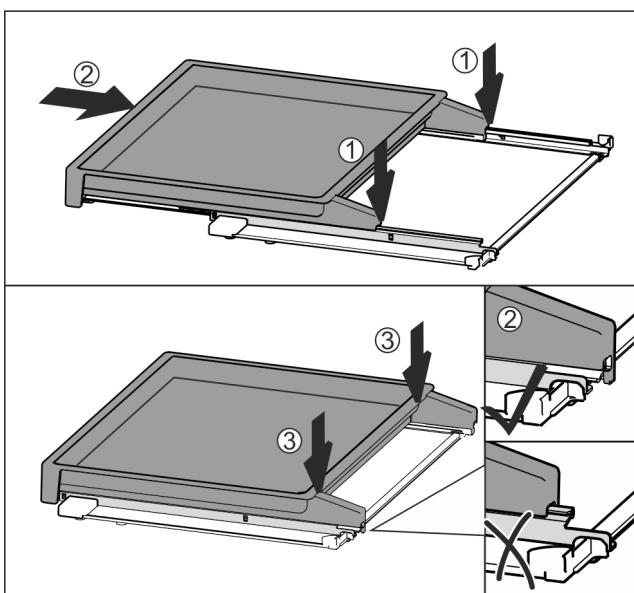

Fig. 97
- ▶ Поставете в средата върху релсите Fig. 97 (1).
- ▶ Вкарайте изцяло изтеглящата се дъска Fig. 97 (2).
▶ Натиснете от задната страна, докато се фиксира с щракване Fig. 97 (3).